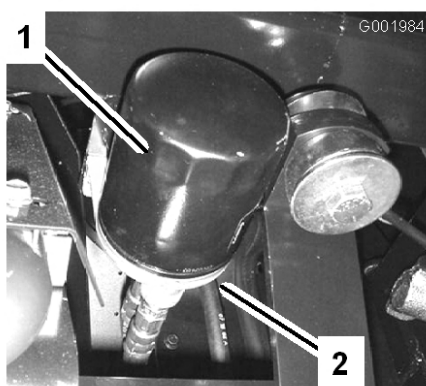

Figura 46
2. Retire el filtro de aceite (Figura 46).
5. Instale el filtro de aceite nuevo en el adaptador del filtro. Gire el filtro en el sentido de las agujas del reloj hasta que la junta de goma entre en contacto con el adaptador del filtro, luego apriete el filtro 1/2 de vuelta más (Figura 46).